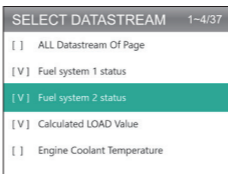

Figura 3.5.3
- Si può anche selezionare "Pagina Tutti I Flussi di Dati" per visualizzare tutte le voci disponibili (vedere la figura 3.5.3).